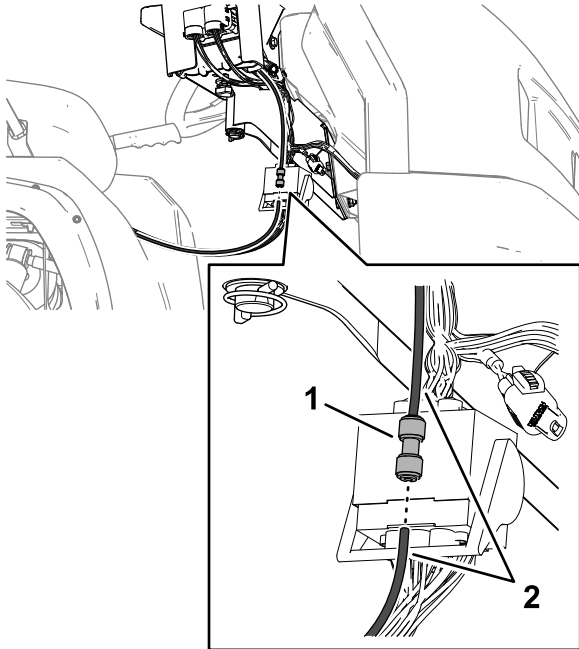

Bild 97
1. Führen Sie den Druckmessschlauch in das Schnelltrenn-Anschlussstück ein, bis er vollständig sitzt (Bild 97).